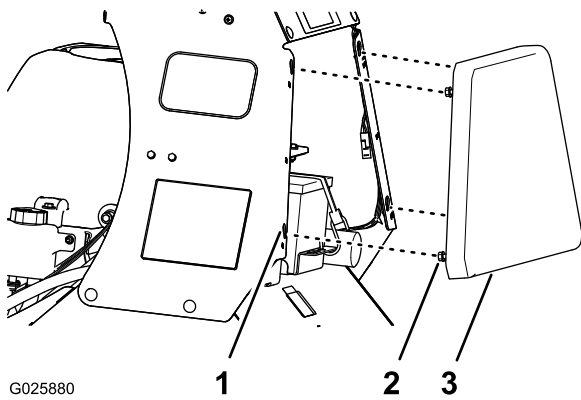

Figura 25
1. Afloje los 4 pernos con arandela prensada que sujetan el teclado en los paneles derecho e izquierdo de la consola (Figura 25).
2. Levante el teclado de la consola (Figura 25) unos 13 mm (1/2 pulgada).
3. Tire del teclado de la consola hacia atrás en línea recta y retire el teclado de la máquina (Figura 25).
1. Alinee los 4 pernos con arandela prensada en la cara hacia adelante del teclado de la consola con las 4 ranuras en forma de bocallave del bastidor de la consola (Figura 25).
2. Mueva el teclado hacia adelante hasta que el teclado quede a nivel con el bastidor de la consola (Figura 25).
3. Mueva el teclado hacia abajo hasta que los pernos con arandela prensada queden asentados en las ranuras en forma de bocallave (Figura 25).